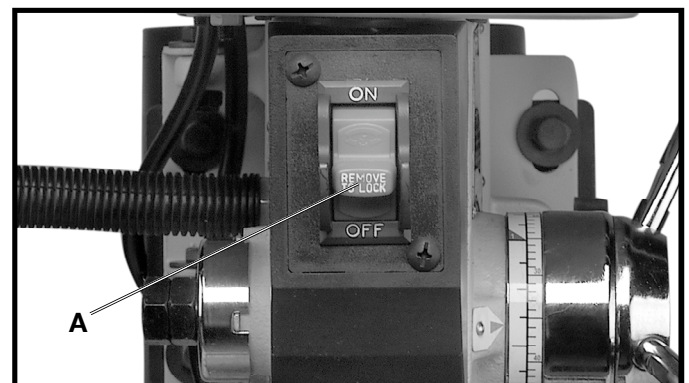

Fig. 18
El interruptor (A) Fig. 18 está localizado en la parte delantera del cabezal de la taladradora. Para ENCENDER la taladradora, mueva el interruptor a la posición elevada. Para APAGAR la taladradora, mueva el interruptor a la posición inferior.